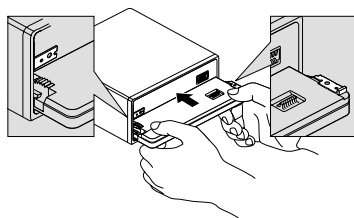

Fig. 13
2. Reinstale el panel delantero en la unidad. (Fig. 13)